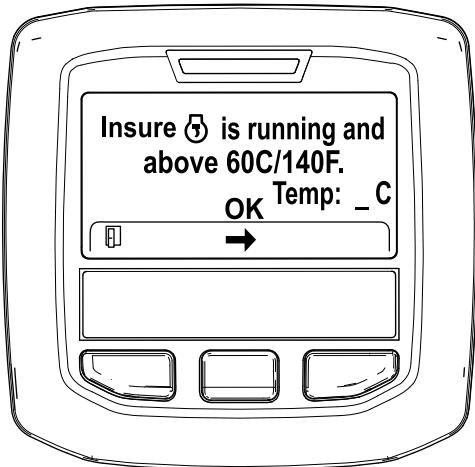

Bild 45
5. Wenn die Kühlmitteltemperatur unter 60°C liegt, wird die Meldung „Insure is running and above 60C/140F“ angezeigt (Bild 45).